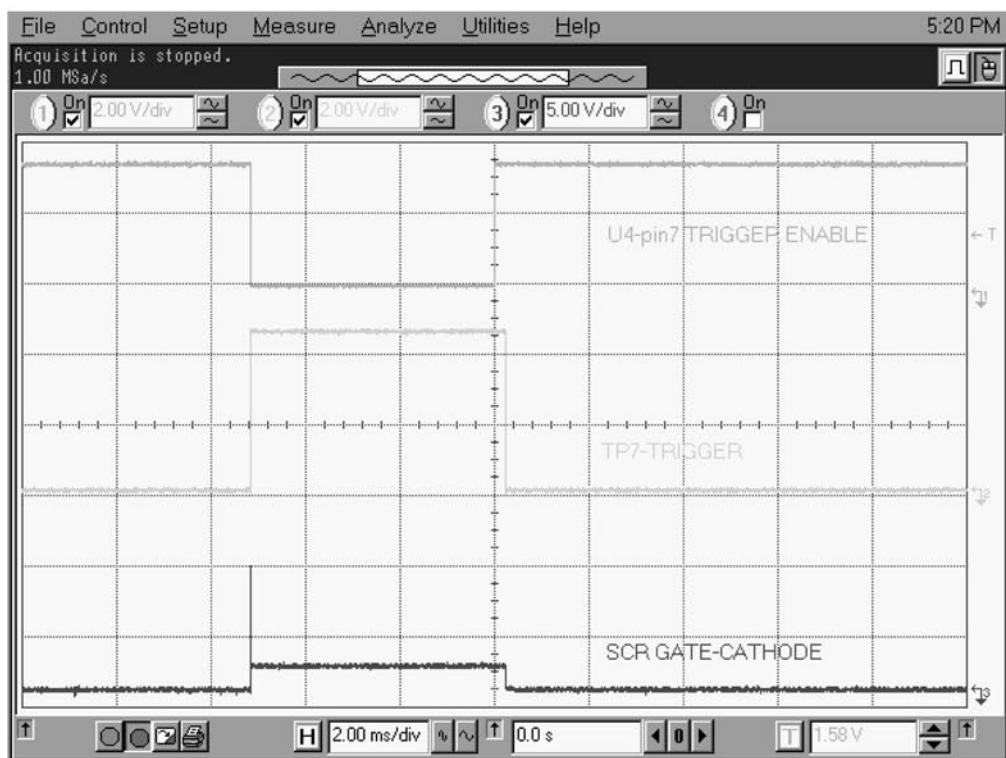
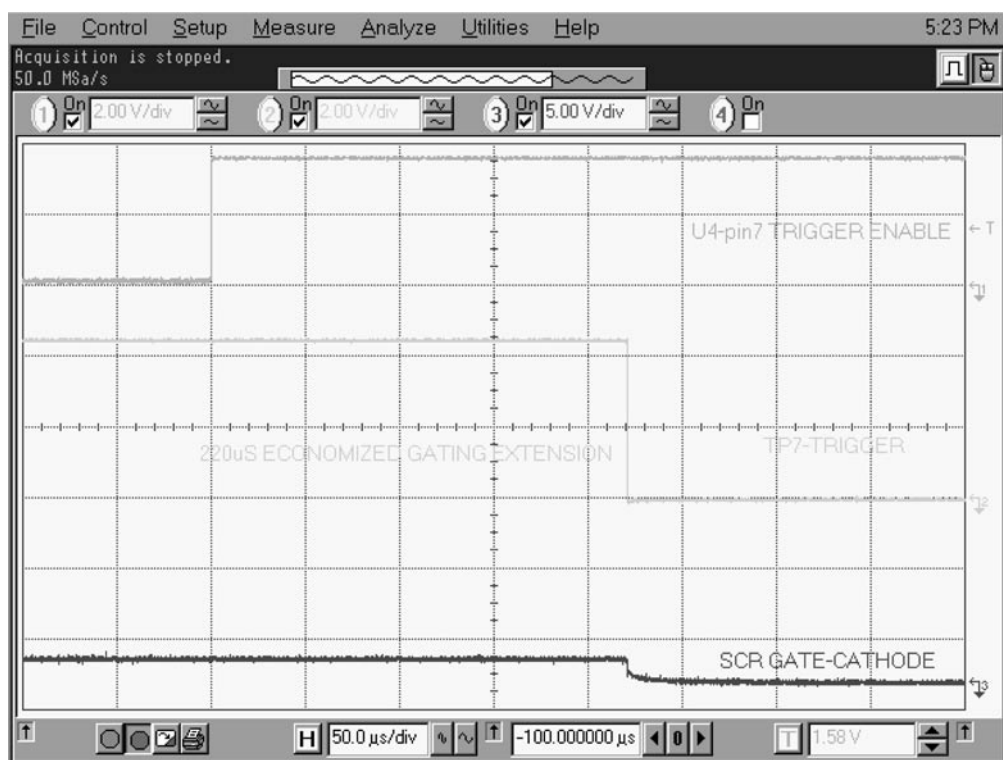

图 5.42 - 电压感应触发脉冲与 SCR 选通脉冲
图 5.43 - 扩展的电压感应触发脉冲与 SCR 选通脉冲
22. 在 TB1-2 输入端和 COM 之间施加 60 Hz、33% 占空比的信号, 电平为 0 至 +2V。检验图 5.42 和 5.43 中的信号。请注意, 在图 5.43 中, 在 U4 引脚 7 脉冲的上升沿和 TP7 信号的下降沿之间应存在 220 μ S (+/-20 μ S) 的时间间隔。